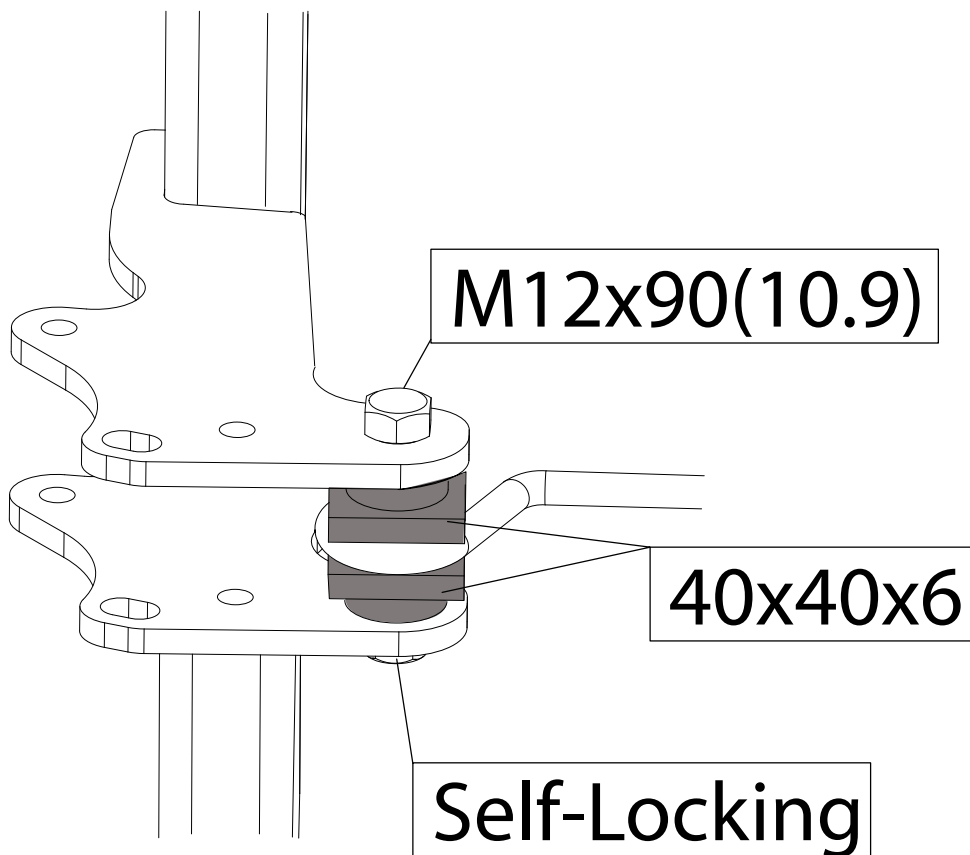

Fig.4
9. Monteer de dwarsbalk E in het midden aan de sleepoog op de punt G (fig. 4)
9. Fit the cross beam E centrally at points G onto the towing eye (fig. 4).
9. Den Querbalken E in der Mitte bei das Punkt G an der Schleppöse befestigen (Abb. 4).
9. Placer la traverse E au centre à l'emplacement des points G de l'anneau de remorquage (fig. 4).